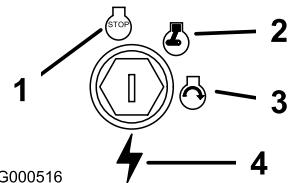

Figura 11
3. Rode a chave da ignição para a posição Off (Figura 11).